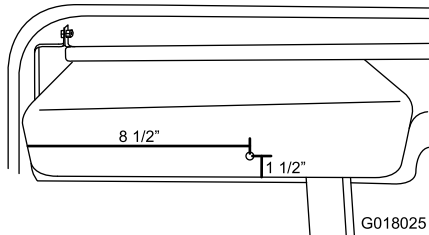

図 21
1. グローブボックスの左から 216 mm、底から 38 mm の位置に、5/16"8 mmの穴を開ける 図 21。